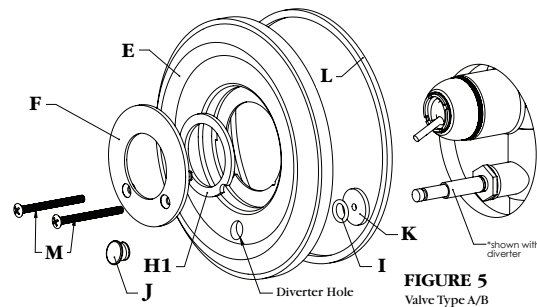

FIGURE 5
3. Locate the faceplate (E).
- If the valve uses a diverter, remove the "O" Ring (L) on the back of the face plate and remove the diverter plug (J) (Fig. 5). Using the smaller foam insert (K), remove the backing paper and adhere to the back of the faceplate (E) where the diverter will pass through.
- Valve Types A & B use the same faceplate insert (F) (Fig. 5)
3. Localice la placa frontal (E).
Si la válvula tiene un desviador, retire el anillo "O" (L) en la parte posterior de la placa frontal y retire el tapón del desviador (J) (Fig. 5). Utilice la inserción de espuma más pequeña (K), retire el papel trasero y adhíralo a la parte trasera de la placa frontal (E) por donde el desviador atravesará. Si no se utiliza el desviador, no quite el tapón del desviador y el anillo "O", la espuma para el desviador no será necesario y proceda con el paso 4.
La Válvulas Tipo A y B, utilizan la misma inserción para la placa frontal (F) (Fig. 5).